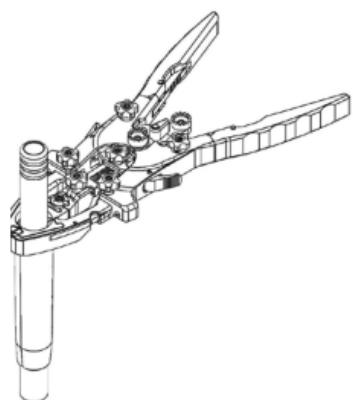

Figure 8
- Faites glisser les lames de l'écarteur autour de l'**introducteur noir** (ML-0518), puis faites glisser l'écarteur sur le **dilatateur de 18 mm** (Figure 8). L'introducteur aidera à placer l'écarteur en douceur sur le **dilatateur de 18 mm**. Une fois les lames engagées sur le **dilatateur de 18 mm**, l'**introducteur noir** peut être enlevé.